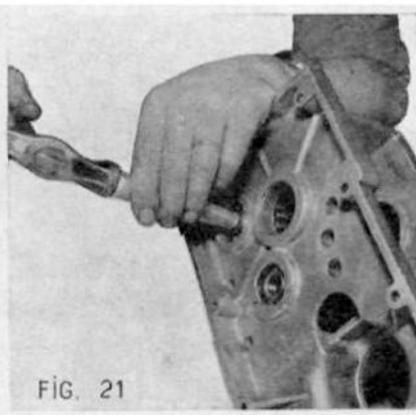

FIG 21
- Dégager au jet l'arbre de marche AR 58 (fig. 21).